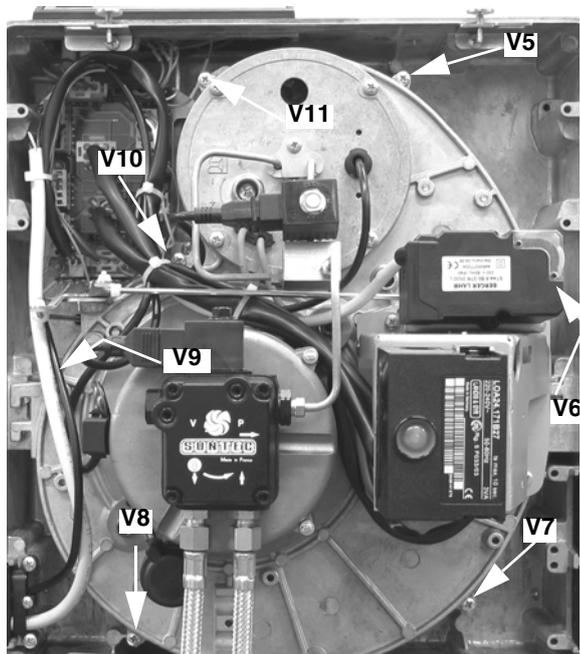

Fig. 44
- Rimuovere le 7 viti **V5 - V11** che fissano la piastra componenti (Fig. 44).
- Rimontare la piastra componenti e fissare le 7 viti **V5 - V11** (Fig. 44).